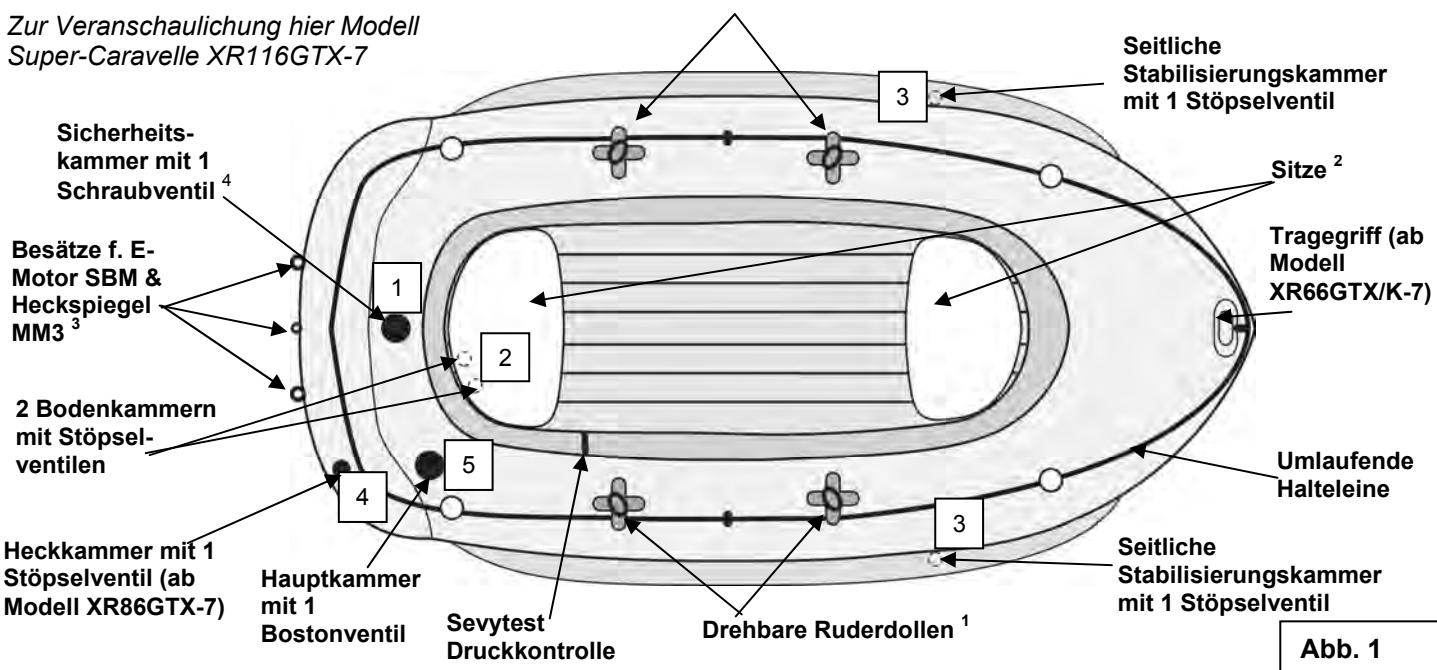

Abb. 1
- Pumpen Sie das Boot in der Reihenfolge auf, wie auf dem Typenschild aufgedruckt (siehe auch Abbildung 1 – Nummerierung der Ventile).
- Maximaler Betriebsdruck: Der korrekte Betriebsdruck für dieses Produkt beträgt 0,06 bar (= 60 mbar) und darf nicht überschritten werden. Ihr Boot ist mit der SEVYTEST- Druckkontrolle ausgestattet. Diese zeigt an, wie weit aufgepumpt (gedehnt) werden darf. Zuerst die Innenkammer (siehe Abbildung 1) bis zur Markierung „A“ aufpumpen, dann die Hauptkammer (siehe Abbildung 1) bis zur Markierung „B“ aufpumpen. Bei Überdruck lassen Sie langsam etwas Luft ab, bei Unterdruck pumpen Sie weiter auf. Anmerkung: Nach mehrmaligem Aufpumpen hat sich der Bootskörper so weit gedehnt, dass sich der SEVYTEST nicht mehr zurückstellen wird. Die Funktion des SEVYTEST ist damit jedoch weiter gegeben, denn es ist grundsätzlich darauf zu achten, dass der Zeiger nicht wesentlich über die jeweilige Markierung hinaus wandert.